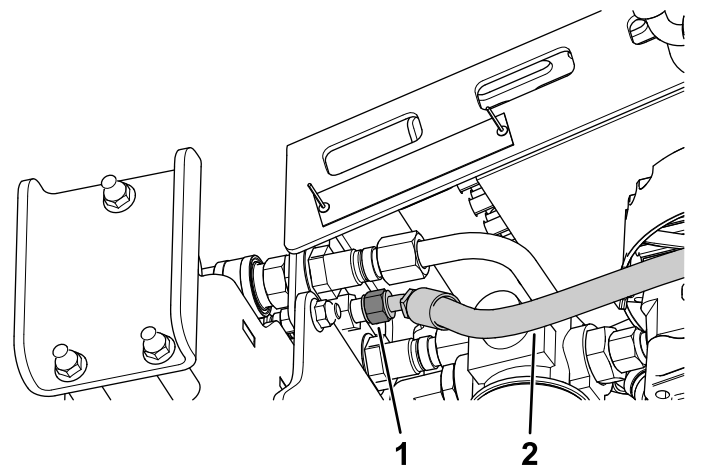

Figura 4
4. Sujete el conjunto de la manguera al conector pasamuros (Figura 4).